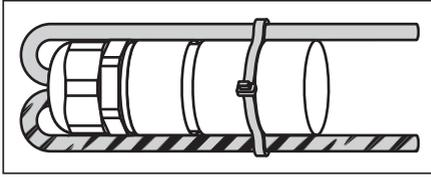

Fig. 8: Étape de montage 8 :
8. Placez les deux câbles de raccordement autour du kit de connexion CR. Fixez les deux câbles de raccordement l'un à l'autre sur le kit de connexion CR à l'aide d'un serre-câbles (Fig. 8).